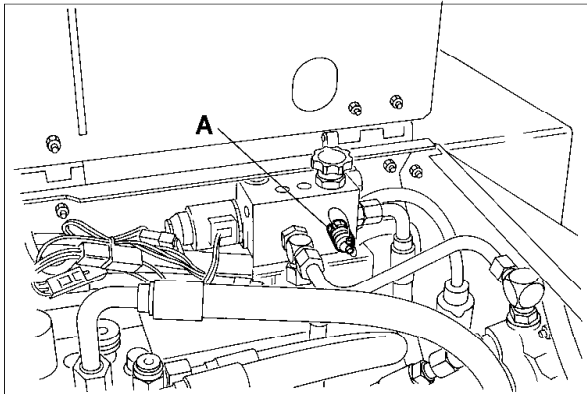

Fig.26
- A Fig.26 - Deck drive pressure 207bar (3,000 psi)
- A Afb.26 - Rolaandrijving druk 207bar
- A Fig.26 - Pression d'entraînement de deck 207bar